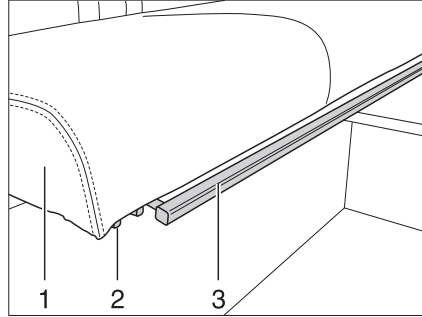

Fig. 16 Ajuste del respaldo del banco
- Tirar o presionar el estribo (Fig. 16,1) debajo de la superficie del asiento (Fig. 16,3) hacia arriba y mantenerlo en esta posición.
- Desplazar la superficie del asiento con precaución sobre los rieles (Fig. 16,2) hacia adelante hasta alcanzar la posición deseada o el tope.